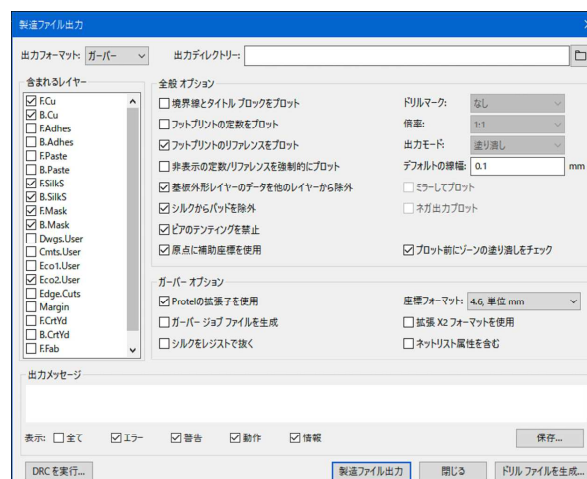
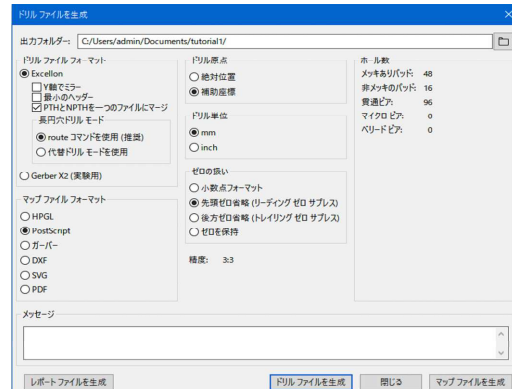

図11-1
図11-2
① ショートカットBを入力しベタ領域を再生成します。
② PcbNewの上ツールバー  「プロット(HGPL...)」をクリックします。「製造ファイル 出力」ダイアログが開きます。図11-1
③ 出力フォーマット、「ガーバー」を選択します
④ 含まれるレイヤー欄、次のレイヤーを選択します
- ⑥ ガーバーオプション Protelの拡張子を使用 ※これ以外は選択を解除します
- ⑦ 座標フォーマット4.6 単位mm
- ⑧ 表示 全てをチェックします
- ⑨ 「製造ファイル出力」をクリックします。メッセージ欄にファイル生成状況が表示されます。
- ① 「製造ファイル出力」ダイアログ（図11-1）の「ドリルファイルの生成」をクリックします。「ドリルファイルの生成」ダイアログが開きます。 図11-2
- ② ドリルファイルフォーマット Exellonを選択 PTHとNPTH穴データを一つのファイルにマージにチェックを入れる routeコマンドを使用(推奨)
- ③ マップファイルフォーマット PostScriptを選択
- ④ ドリル原点補助座標を選択
- ⑤ ドリル単位mm
- ⑥ ゼロの扱い 先頭ゼロ省略（リーディングゼロサプレス）
- ⑦ データ出力。「[ドリルファイル]」をクリックします。